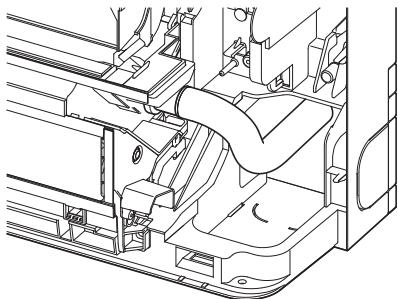

Fig. 5-4
- Inserte la manguera de drenaje a lo largo de la base del depósito de drenaje. (Fig. 5-4)